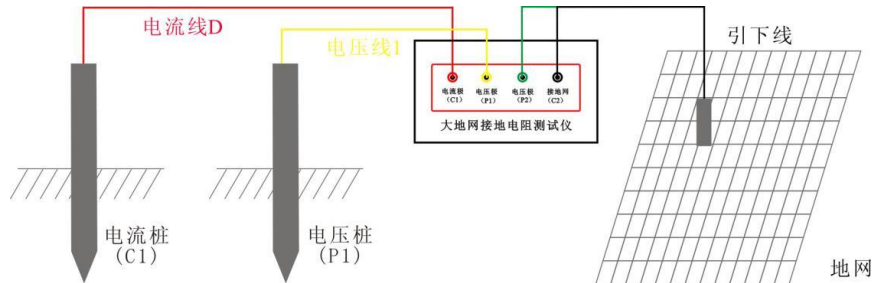

图3 三极法测量接线图
(1) 首先检查用于试验的电流线、电压线和地网线是否有断路现象（可以用万用表测量），地桩上的铁锈是否清除干净，其埋进深度是否合适（ >0.5 米），同时检查测试线与地桩的连接是否导通，如未导通，请处理后重新连接。
(2) 电流测试线与电压测试线的长度比为 1: 0.618，电流测试线的长度应是地网对角线的 3~5 倍。
(3) 电流测试线和电压测试线按规定的长度将一端与仪器相接后平行放出。另一端分别接在两个地桩上（如图 3 所示）。
(4) 将已放好的测试线检查一遍，将万用表一端接电流线或电压线，另一端接地网线如无阻值显示即为断路，确认完好再进行测试。
(5) 检查连线无误后，给仪器接上 AC 220V/50Hz 电源，对仪器进行通电。
(6) 按测量键，开始测量。
(7) 仪器显示测试结束后，记录测试数据（本仪器可多次重复测量）。
(8) 关掉仪器电源后，拆除连线，测试过程结束。